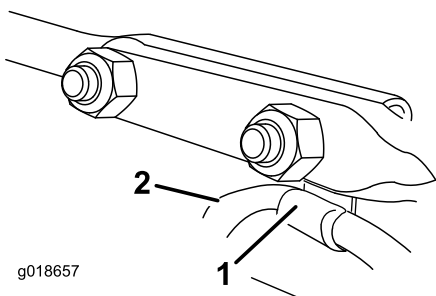

Figura 17
6. Inserite l'attacco per cavo che supporta il cavo del deflettore sul bullone a testa tonda anteriore e fissate i bulloni a testa tonda con i dadi di bloccaggio del sacchetto delle parti sciolte (Figura 17).